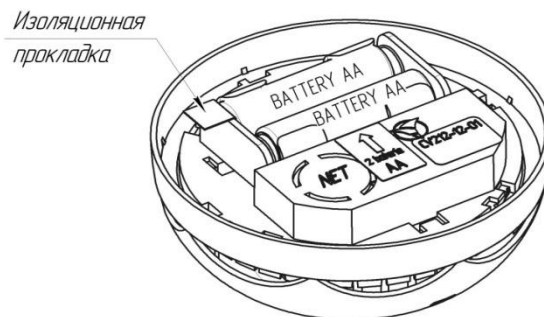

Рис.3 Изъятие изоляционной прокладки
5.4.2 Изъять изоляционную прокладку (смотреть рис.3).